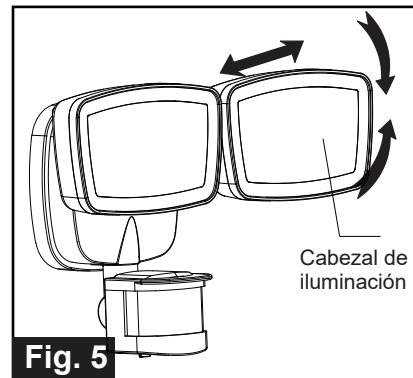

Fig. 5
1. Tome con cuidado los cabezales de iluminación y muévalos hacia arriba o hacia abajo, a la izquierda o a la derecha para ajustar el área de cobertura de la luz. Mantenga los cabezales de iluminación a una distancia de al menos 1 in (25 mm) del sensor. (Vea la Fig. 5).